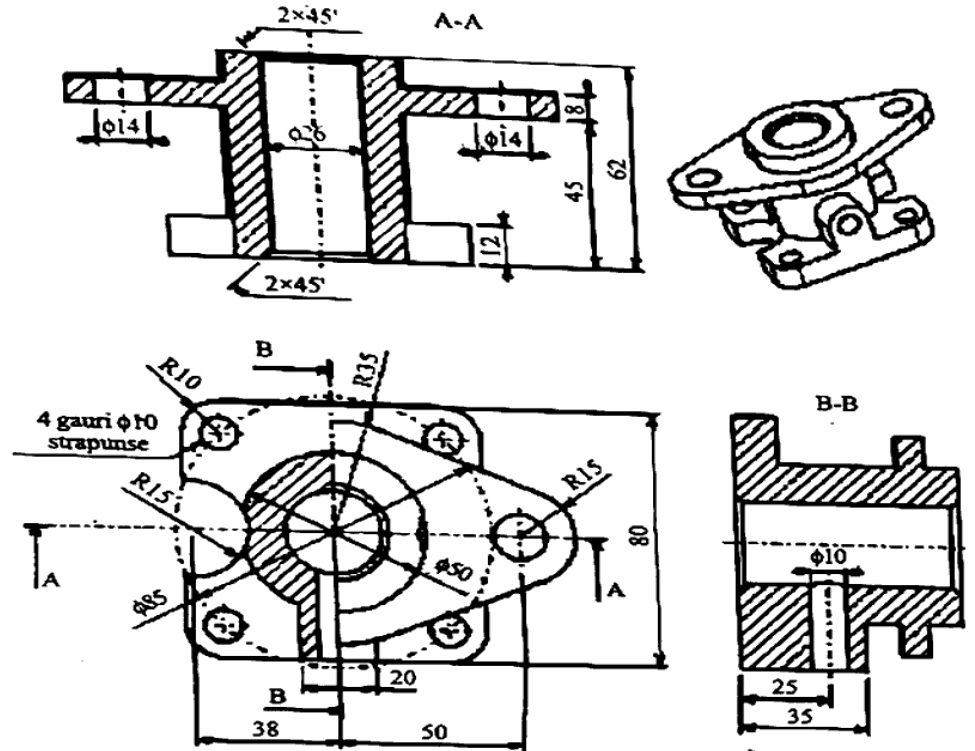

Figure 1
7. Draw the Isometric View of the given (fig 1) geometry below: नीचे दी गई (चित्र 1) ज्यामिती का सममितीय दृश्य बनाइए।